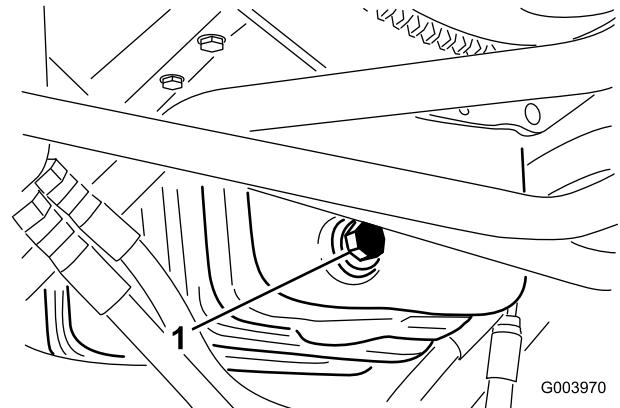

Bild 48
1. Entfernen Sie die Ablassschraube (Bild 48) und lassen Sie das Öl in die Auffangwanne ab.